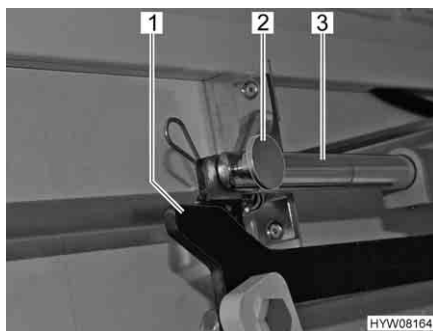

Fig. 94 Azionamento
- Rimuovere il collegamento (p. es. copiglia e bullone) (Fig. 94,2) tra la biella (Fig. 94,3) e la leva (Fig. 94,1).